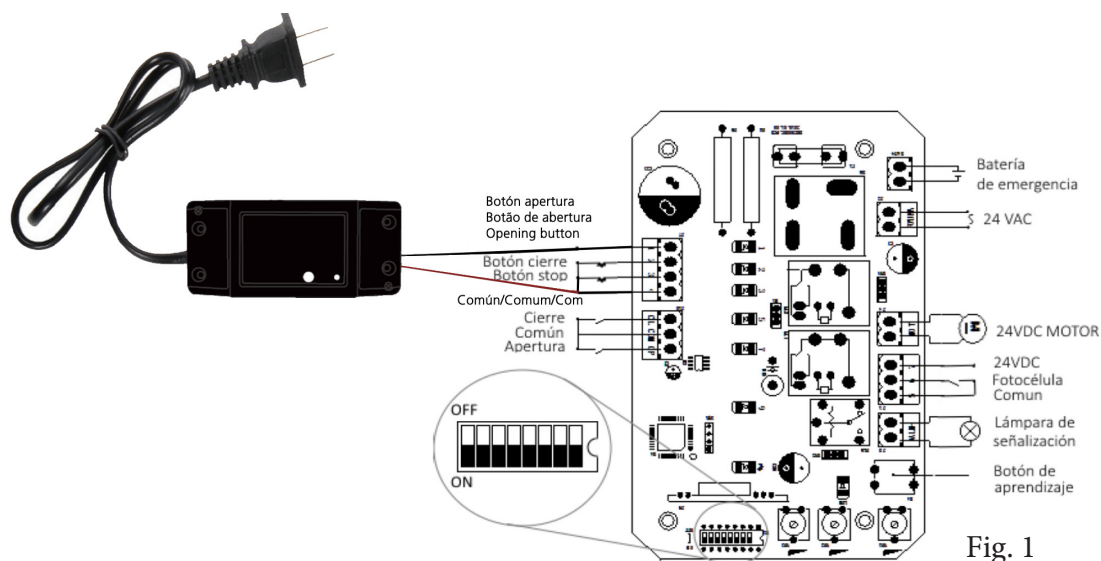

Fig. 1
1. Conectar los cables rojo y negro a la entrada START del cuadro de maniobras (Fig. 1).